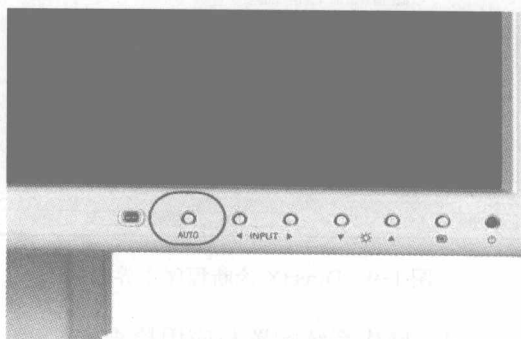

图1-8 LCD显示器上的 AUTO 按钮
1) 通过调节显示器的菜单选项,恢复到出厂状态来检查故障是否消失。对于液晶显示器来说,就是常见的 AUTO 按钮,如图1-8所示。